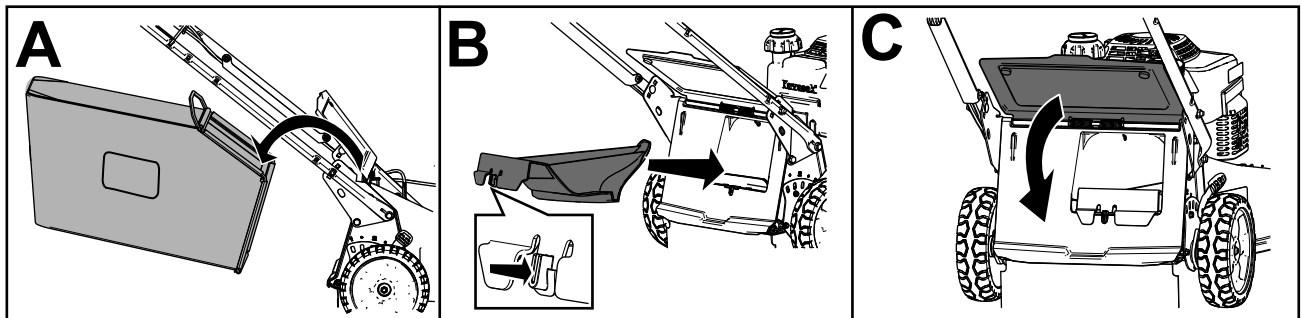

Figura 15
- Si la bolsa de recogida está instalada en la máquina, retírela (Figura 15, A).
- Si el tapón de descarga trasero no está instalado, sujételo por el asa, eleve el deflector trasero e introdúzcalo en el conducto de descarga trasera hasta que el enganche encaje en su sitio (Figura 15, B).
3. Retire la varilla de la bolsa de recogida de las muescas de la base del manillar (Figura 15, A).
4. Instale el tapón de descarga (Figura 15, B).
5. Baje el deflector trasero (Figura 15, C).